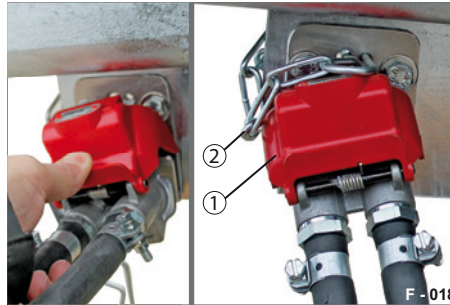

Abb. 21 Duo-Matic, geparkt
- ▶ Stecken Sie den Federstecker (Abb. 21/2) in die Bohrungen hinein. Die Duo-Matic Kupplung ist gegen Herunterfallen gesichert.